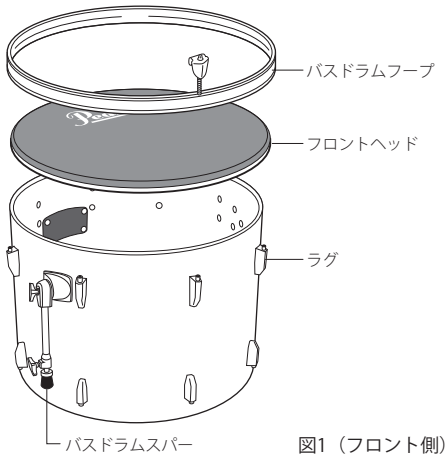

図1（フロント側）
1. バスドラムのフロント側（バスドラムスパーのついてる方）を上にしてシェルを床に置き、パール・ロゴのあるヘッドをかぶせ、バスドラムフープを（平らな方を下にして）のせます（図1）。